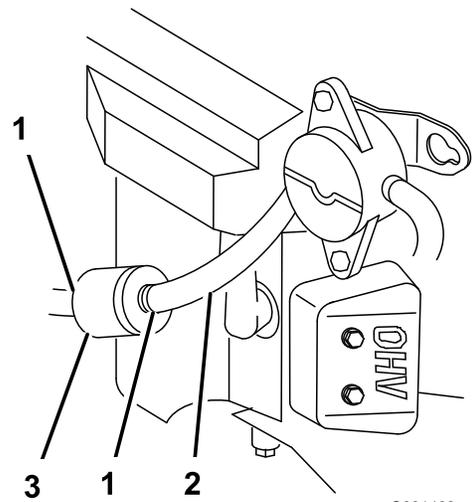

Bild 51
3. Reinigen Sie den Bereich um den Tankdeckel, damit keine Rückstände in den Kraftstofftank gelangen (Bild 51).
4. Drücken Sie die Enden der Schlauchklemmen zusammen und schieben Sie sie vom Filter weg (Bild 51).